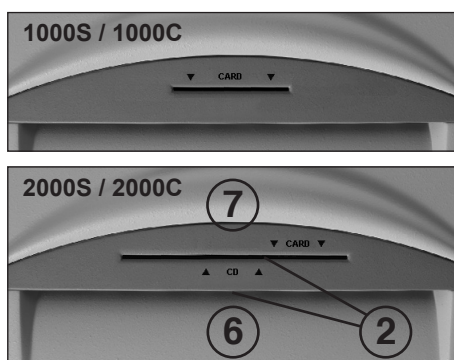

Abb. 2
2 = Lichtschranke (Vorwärtslauf) (Abb. 2)
- Papier durch den Papierzuführschacht (6) (Abb. 2) dem Schneidwerk zuführen.
- Datenträger (CD, DVD oder Kreditkarte) einzeln durch den separat angeordneten CD/DVD(CARD)-Zuführschacht (7) (Abb. 2) dem Schneidwerk zuführen.